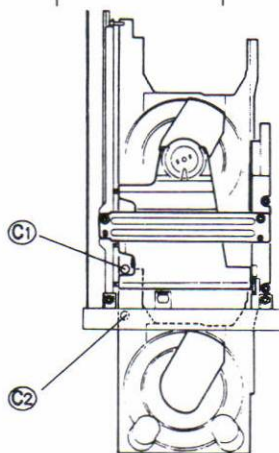

Fig. 9-4.
- Déposer les vis C1 et C2 qui fixent le plateau dans la Fig. 9-4.